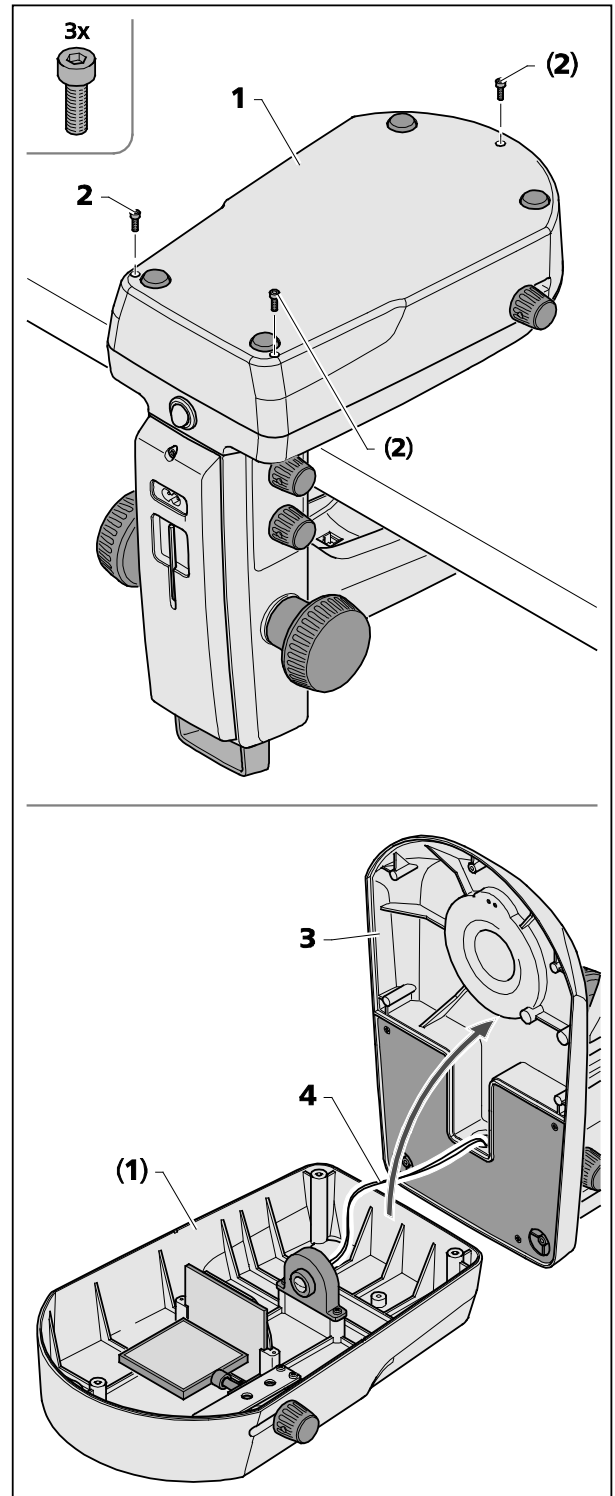

Fig. 29 Ouverture de la plaque de fond du statif K LAB
Pour nettoyer à l'intérieur ou pour extraire des corps étrangers qui se seraient introduits, vous pouvez détacher le fond du module d'éclairage diascopique (Fig. 29/1) de la plaque de fond du statif (Fig. 29/3).
- Dévissez les trois vis (Fig. 29/2) sur la plaque de fond du statif (Fig. 29/1) avec l'aide d'une clé Allen de 2,5 mm et mettez-les de côté.
- Soulevez la plaque de fond du statif (Fig. 29/3) avec précaution pour la détacher du fond du module d'éclairage diascopique (Fig. 29/1) et couchez le statif sur le côté.
Veillez à ce que le cordon (Fig. 29/4) ne se détache pas du fond du module d'éclairage diascopique (Fig. 29/1).